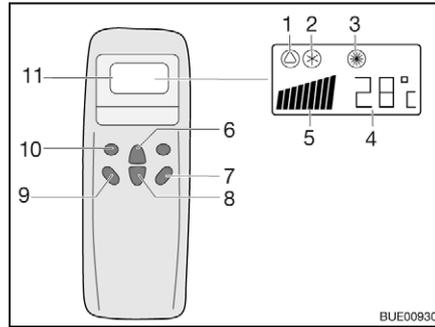
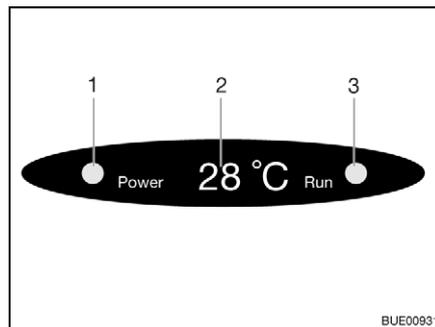

Fig. 179 Controlo remoto
Fig. 180 Indicação no difusor
- Prima a tecla "ON/OFF" (Fig. 179,7).
- Prima a tecla "Mode" (Fig. 179,10) tantas vezes até ser mostrado o modo de serviço pretendido (Fig. 179,1, 2 ou 3) no display. Acende-se a respetiva luz piloto na indicação no difusor (Fig. 180,3).
- Com as teclas para o aumento da temperatura (Fig. 179,6) ou redução da temperatura (Fig. 179,8) regule a temperatura pretendida.
- Com a tecla Número de rotações do ventilador (Fig. 179,9) escolha o nível pretendido do ventilador.